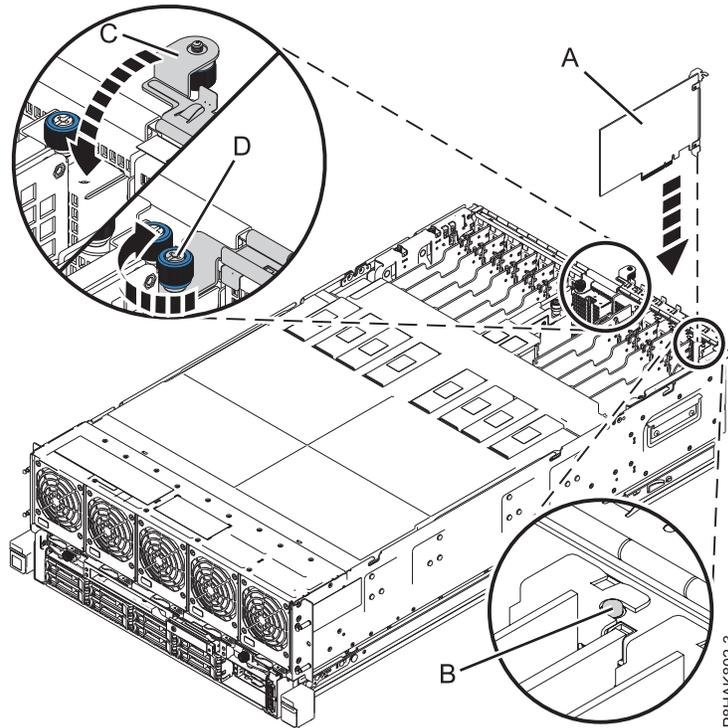

Figura 18. Instalación o sustitución de un adaptador PCIe en el sistema 8408-44E o 8408-E8E
7. Sujete con cuidado el adaptador por el borde superior o la contrapunta, y alinéelo con la ranura y con el conector de la placa del sistema (A), como se muestra en la Figura 18 en la página 28.
9. Asegúrese de que la muesca de la contrapunta encaje con la patilla en el chasis del sistema. Consulte (B) en Figura 18 en la página 28.
10. Cierre la pieza de sujeción de retención de E/S (C) haciéndola girar y, a continuación, apriete el tornillo cautivo (D) hasta que quede bien atornillado en el chasis del sistema. Consulte la Figura 18 en la página 28